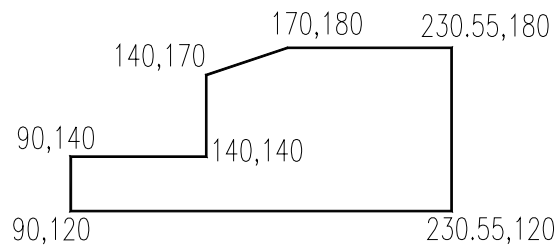

Fig. U2.6
1. Se deschide formatul șablon *acadiso.dwt*. Se realizează desenul din Fig. U2.6 (comanda *LINE*) utilizând numai *coordonele carteziene absolute*. Se salvează desenul cu numele *A3.dwg*.